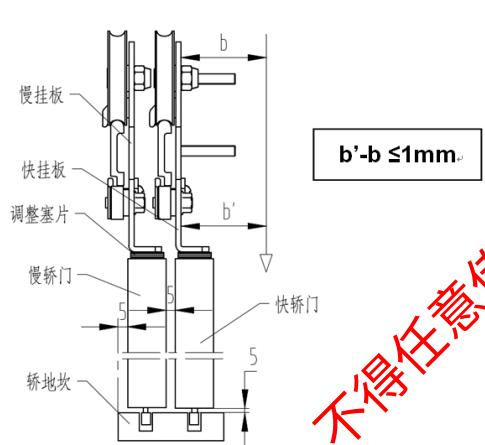
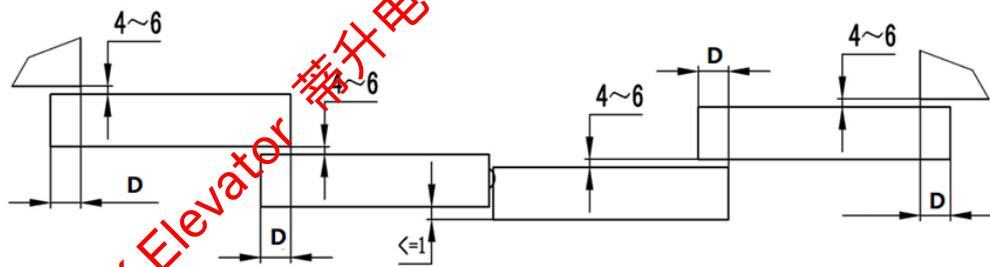

图 3-2g 轿门装配侧视图
图 3-2h 轿门装配俯视图
2. 轿门门扇下端与地坎面的间隙为 4-6mm，慢轿门扇与小旁（轿厢前壁）间隙，以及快轿门板与慢轿门板之间的间隙为 4-6mm(两边间隙相差不大于 1mm)；见图 3-2g 轿门装配侧视图和图 3-2h 轿门装配俯视图。
4. 中分门合拢时两门面的共面度不大于1mm。见图3-2h 轿门装配俯视图。